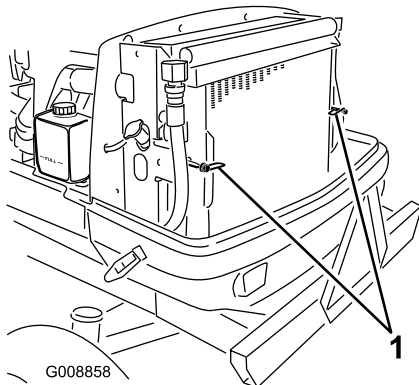

Bild 79
2. Drehen Sie die Riegel (Bild 79), mit denen der Ölkühler am Rahmen befestigt ist.